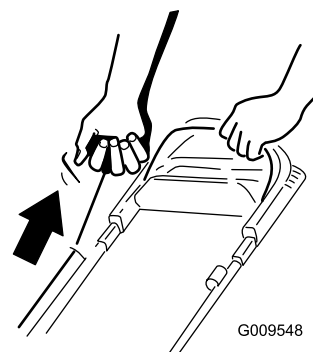

Рисунок 15
2. Без усилия потяните за рукоятку механического стартера (Рисунок 15) до появления сопротивления, затем резко потяните за нее и дайте ей медленно вернуться в направляющую шнура на рукоятке.